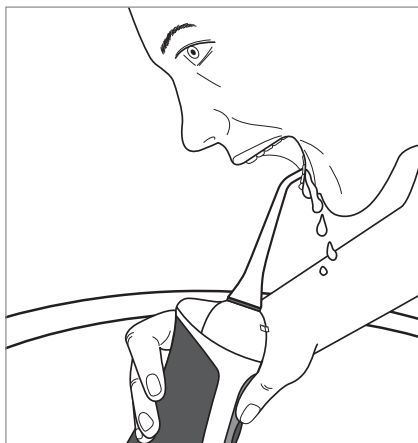

Fig. 1
❶ Remarque
- ▶ Veillez pendant l'utilisation à ne pas boucher avec vos doigts les ouvertures d'arrivée d'air ❹ situées au dos du corps de l'hydropulseur ❺.
- Si vous tenez le corps de l'hydropropulseur ❸ trop en biais pendant l'utilisation, de l'eau risque de s'écouler par les ouvertures d'arrivée d'air ❹.
- Sur chaque niveau de puissance, le corps de l'hydropropulseur ❸ s'éteint automatiquement après environ 2 minutes, même s'il y a encore de l'eau dans le réservoir à eau ❻.
- 1) Remplissez le réservoir d'eau ❻.
- 2) Insérez un embout ❷ sur le corps de l'hydropropulseur ❸.
- 4) Introduisez l'embout ❷ dans la bouche pour éviter les projections d'eau. Penchez-vous au-dessus du lavabo et maintenez le corps de l'hydropropulseur ❸ le plus verticalement possible (voir fig. 1). Le buse ❶ de l'embout ❷ est dirigé vers les dents/espaces interdentaires.